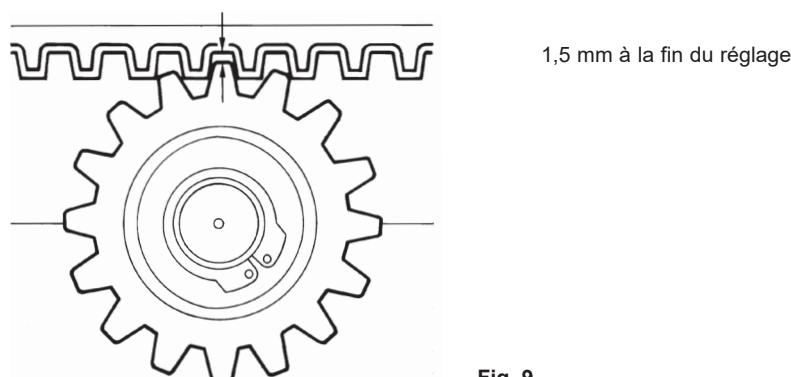

Fig. 9
- Maintenir un jeu de 1,5 mm entre le pignon et la crémaillère sur toute la longueur du portail (fig. 9). Pour régler le jeu entre le pignon et la crémaillère, se référer au paragraphe "6 - Réglage en hauteur et fixation de l'opérateur".